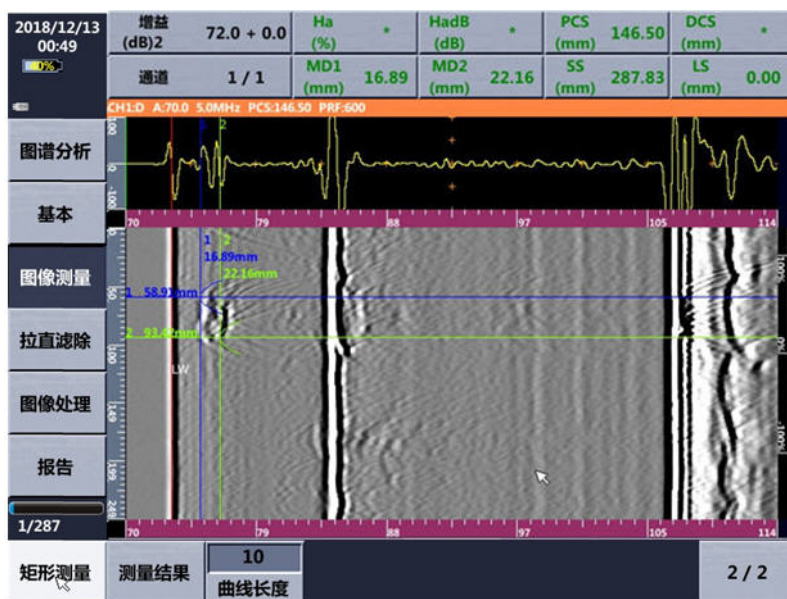

图 3-14 TOFD 图像测量
- 5) 点击“矩形测量”按键，完成对图像的测量。被测量区域使用绿色虚线表示。如图 3-14 所示。